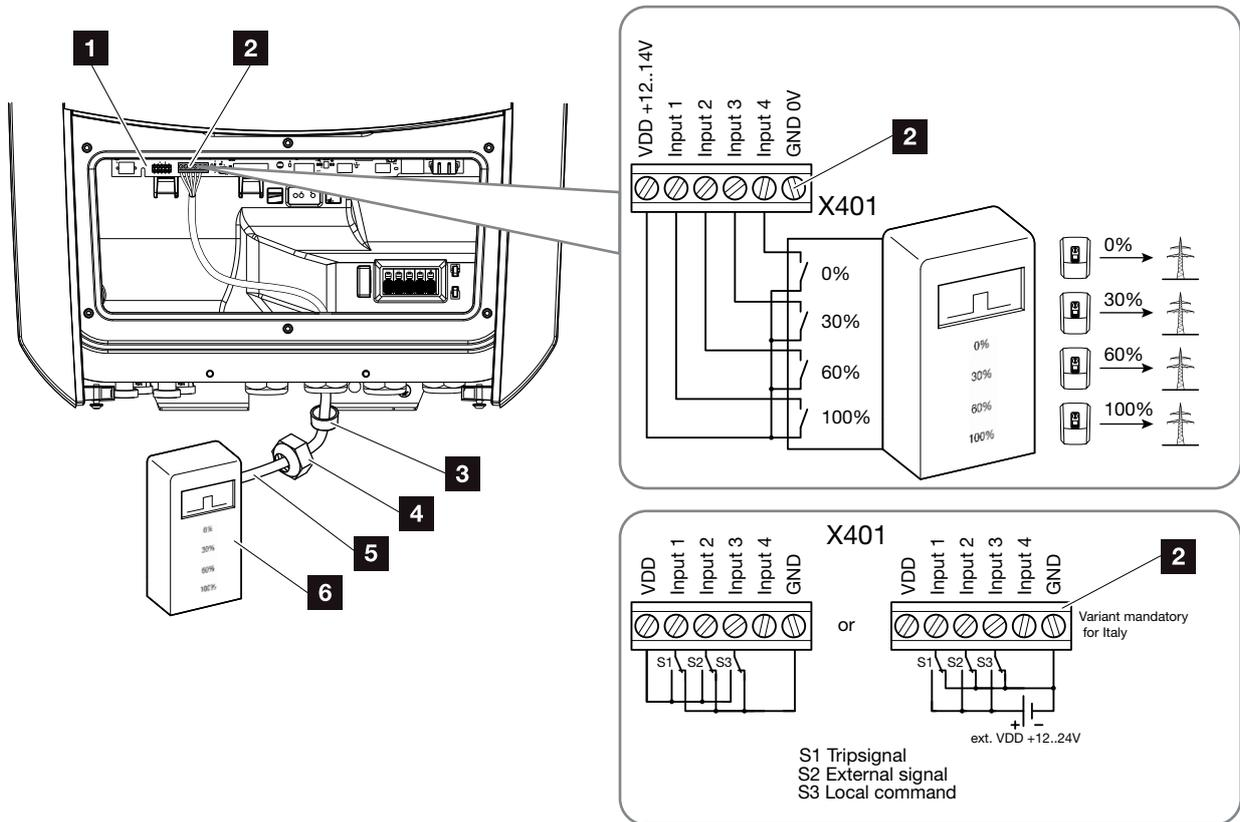

Fig. 31 : Raccordement du récepteur centralisé **!**
4. Brancher le câble de communication de l'onduleur sur la borne de raccordement du récepteur centralisé (couple de serrage : 0,2 Nm)  **Fig. 31, pos. 2.**